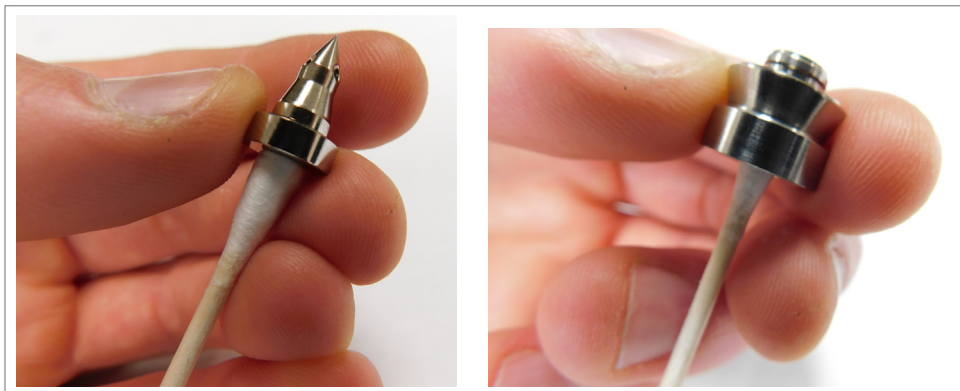

Abbildung 5-87 Torpedo- und Transferdichtung reinigen
4. Innenflächen und Gewinde ggf. mit einem Wattestäbchen reinigen, siehe Abbildung 5-87.